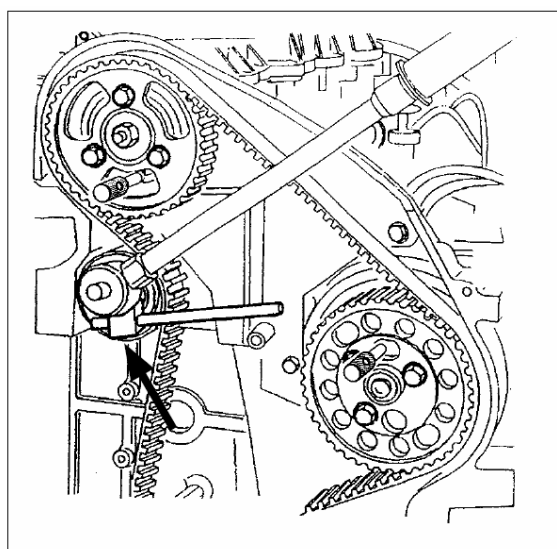

Fig. 2
- Esta herramienta es necesaria para girar el tensor y aguantarlo en su posición mientras se aprieta el tornillo (25 Nm)(Fig. 2).